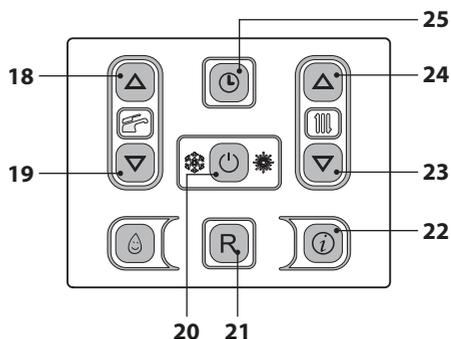
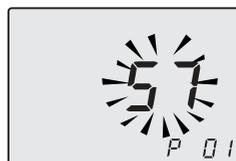

Figura 9.30
Figura 9.31
- Entre en la "modalidad de programación" pulsando simultáneamente durante 10 segundos los botones 20 - 23 - 24 (Figura 9.30) hasta que aparezcan en el display LCD las letras **P01** alternadas con el valor del parámetro (57=M262.2025SB/T o 58=M262.3035SB/T), indicando que se ha entrado en el "parámetro 01" (Figura 9.31).